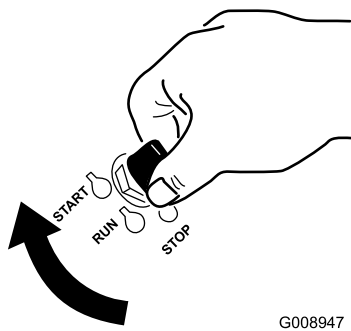

Figura 17
1. Gire la llave de contacto a la posición de Arranque (Figura 17). Cuando el motor arranque, suelte la llave.
7. Gire la llave de contacto a la posición de Arranque (Figura 17). Cuando el motor arranque, suelte la llave.